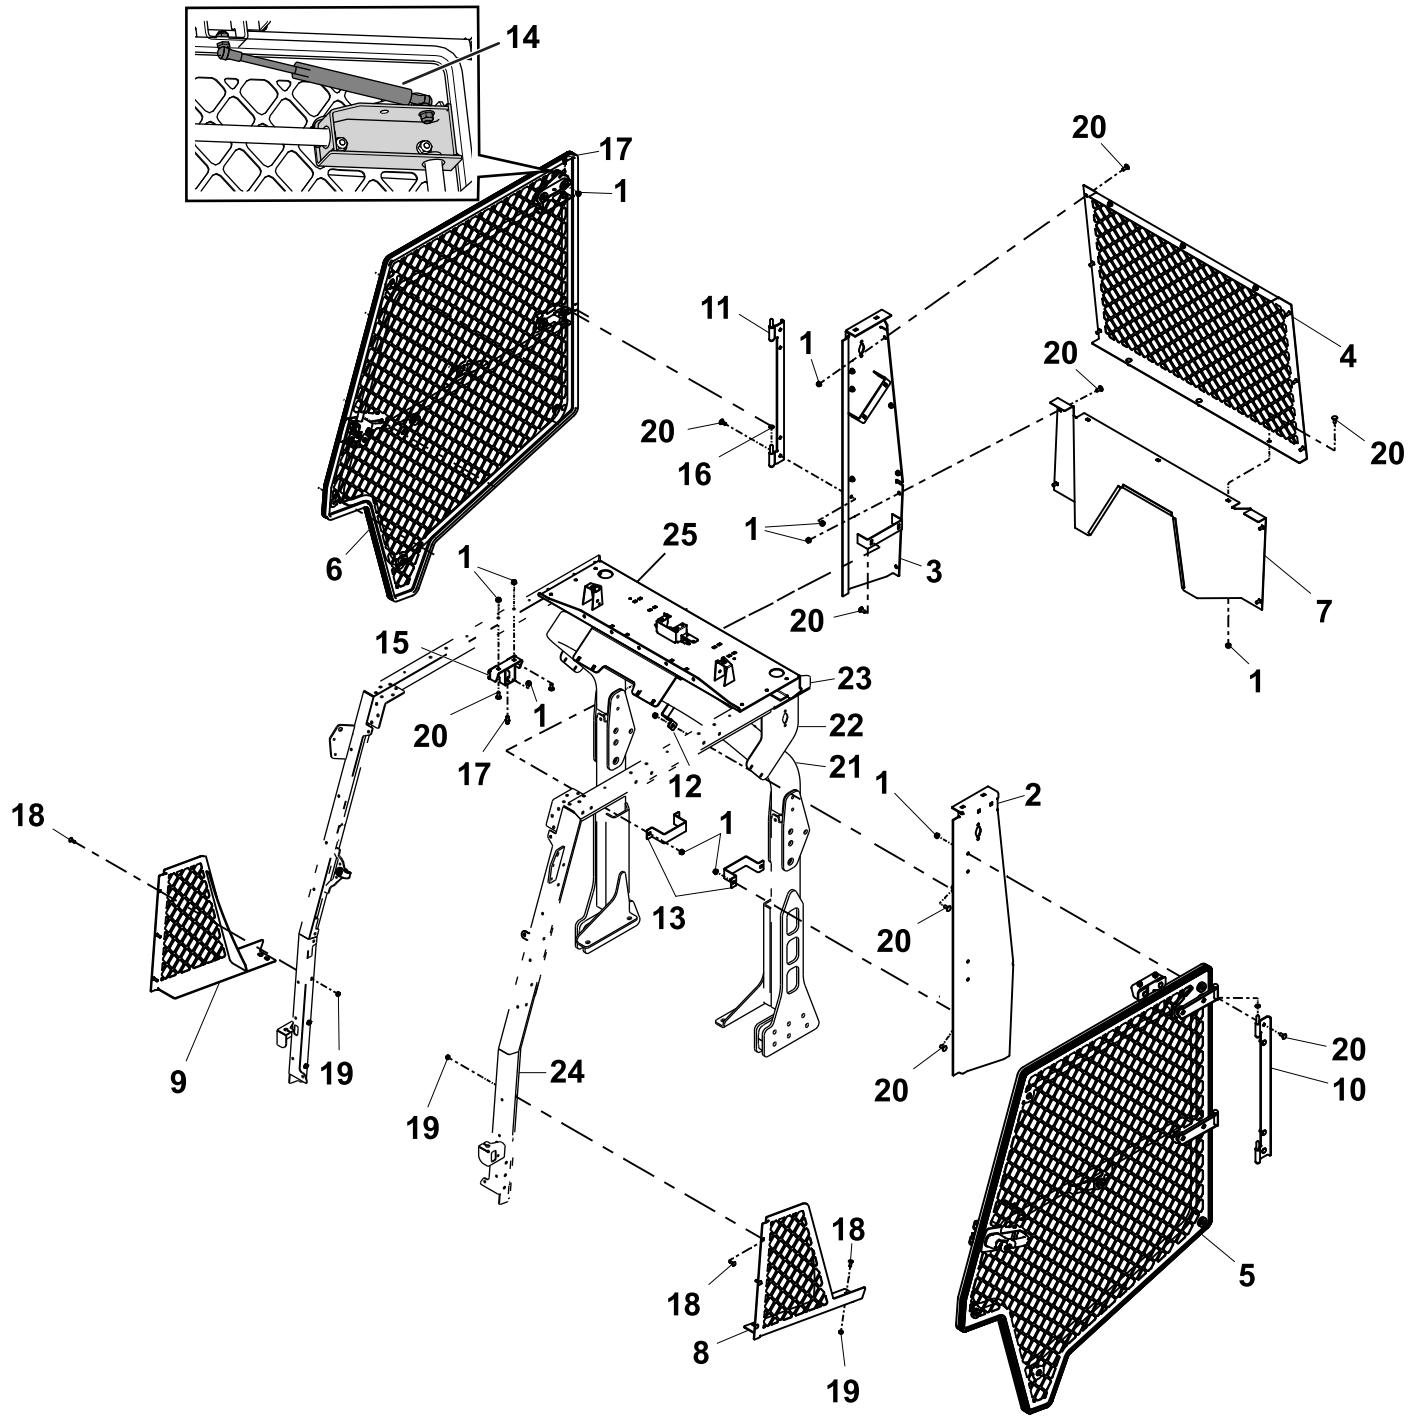

Figure 2
6. Si la machine est équipée de l'extension pour système ROPS à 2 montants, déposez les panneaux latéraux sur lesquels se montent les éclairages des montants (Figure 2).
Reportez-vous à la Figure 2 pour effectuer les opérations suivantes.